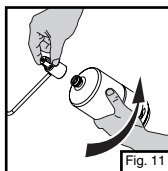

Fig. 11
■ Débouchez la bouteille de propane et vissez la bouteille au détendeur, à la main. (Fig. 11)